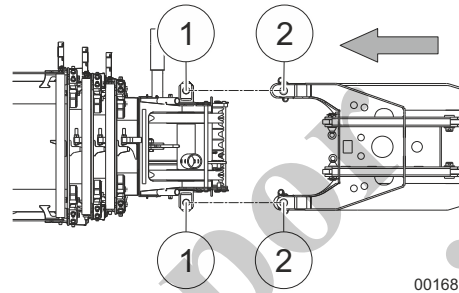

Fig. 136 Elevación de la pluma de extremo a la pluma telescópica
Los soportes de la pluma de extremo (2) y de la pluma telescópica (1) deben quedar alineados (Fig. 136).